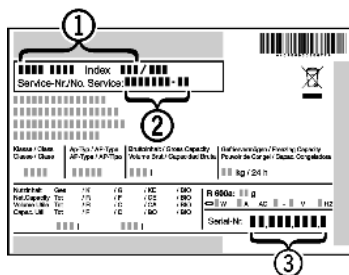

Fig. 51
- ▶ Označení přístroje Fig. 51 (1), servisní číslo Fig. 51 (2) a sériové číslo Fig. 51 (3) naleznete na typovém štítku. Identifikační typový štítek je umístěn na levé vnitřní stěně přístroje.